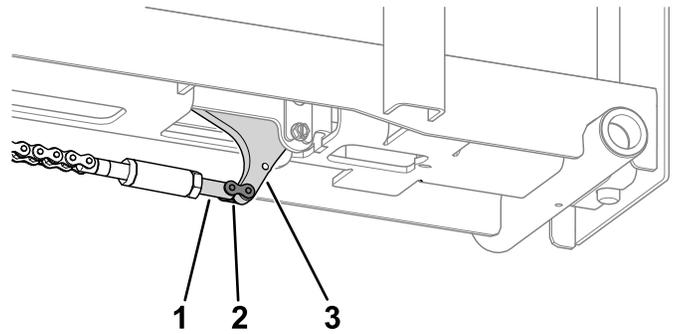

図 14
8. チェーンリンクを使って、チェーンリンク・ターンバックルをホイールストップに取り付ける 図 14。